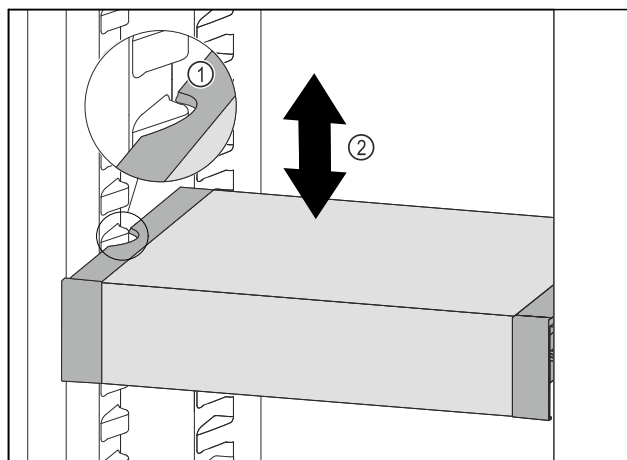

Fig. 114
- Táhněte VarioSafe dopředu, dokud nebudou boční vybrání VarioSafe na úrovni žebrování na nádoby v chladničce. Fig. 114 (1)
- Posouvejte VarioSafe v chladničce nahoru nebo dolů, dokud nedosáhnete požadované výšky. Fig. 114 (2)